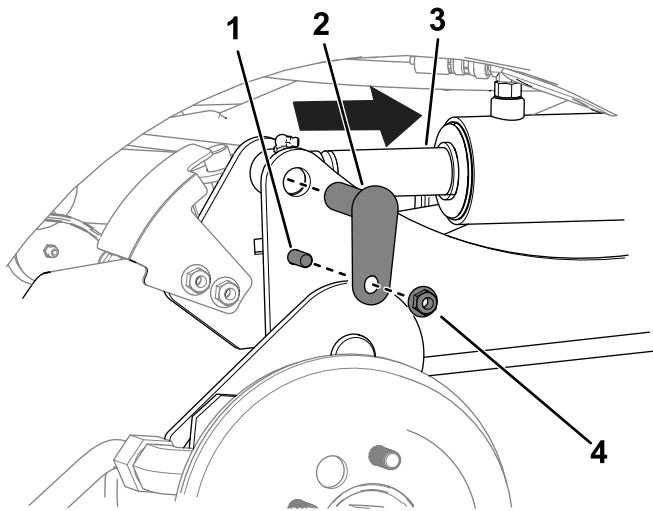

Figura 10
orificios de los brazos de elevación (Figura 10).
D. Utilice 2 pernos ($\frac{3}{8}$ " \times $1\frac{1}{4}$ "), 2 tuercas ($\frac{3}{8}$ ") y 2 pasadores pequeños para sujetar los brazos de elevación a los cilindros (Figura 10).